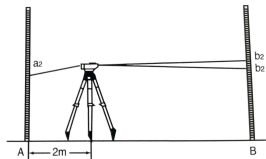

图13
- (2) 将仪器移至距标尺 A 约 2 米处，读数分别为 a_2 、 b_2 。(图 13)
- (3) 计算 $b_2' = a_2 - (a_1 - b_1)$ ，如果 $b_2' = b_2$ 说明视线水平无需校正。